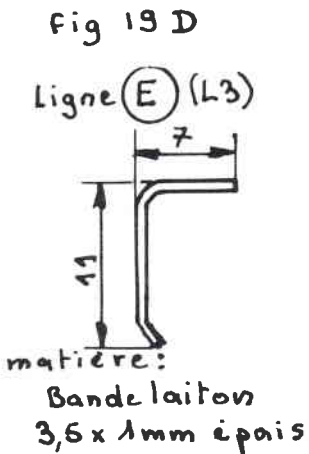

Fig. 19. - Détail compartiment diode (échelle 2).
Ces fentes sont destinées à fixer les cloisons du compartiment de la diode (voir détail figure 19).
Sur les figures 19, 19a,b,c,d et e, nous trouvons les plans de détail
DETAIL: La capa de liaison G (figure 17), c'est-à-dire C3, est constituée par l'intervalle entre les lignes L3 et H (figure 19). Cette distance est de l'ordre de 2 mm environ.
Après avoir réalisé le perçage du tube rectangulaire servant de boîtier au multiplicateur, réaliser la pièce repérée (T) sur la figure 19. Réaliser ce bloc support selon les cotes des figures 19a et 19b, percer et tarauder au \varnothing 2,5 les trous repérés U et V. Cette pièce sera réalisée en nylon ou mieux encore en teflon.
Sortir à nouveau le support de ligne isolant, réaliser la ligne (E) figure D dans du feuillard de laiton et souder cette dernière au bout de la pièce (S) (voir figure 19).
Découper quatre rectangles d'environ 25 x 15 mm dans une feuille de laiton de 1 mm d'épaisseur, prendre deux de ces rectangles, les engager dans les rainures Y et Z figure 19, et les souder rapidement en prenant soin de ne pas dessouder la monture de diode. Pour ce type de soudure, il est préférable d'utiliser un gros fer de forte puissance (330 à 350 W). La chauffe est plus énergétique, et la soudure peut être réalisée avant que les pièces périphériques ne se dessoudent.
Monter le condensateur CA2 repère (D) figure 19 et repositionner le support isolant plus ligne L3 dans son logement en figulant la mise en forme de la ligne L3, et sa jonction avec le point (D).
Engager une diode de détection par le trou de passage de la diode BXY26 jusqu'à ce qu'elle vienne se loger dans le trou (R) de la ligne (S) figure 19 (au besoin recourber le fil de cette diode afin que les contacts mécanique et électrique se réalisent dans de meilleures conditions).